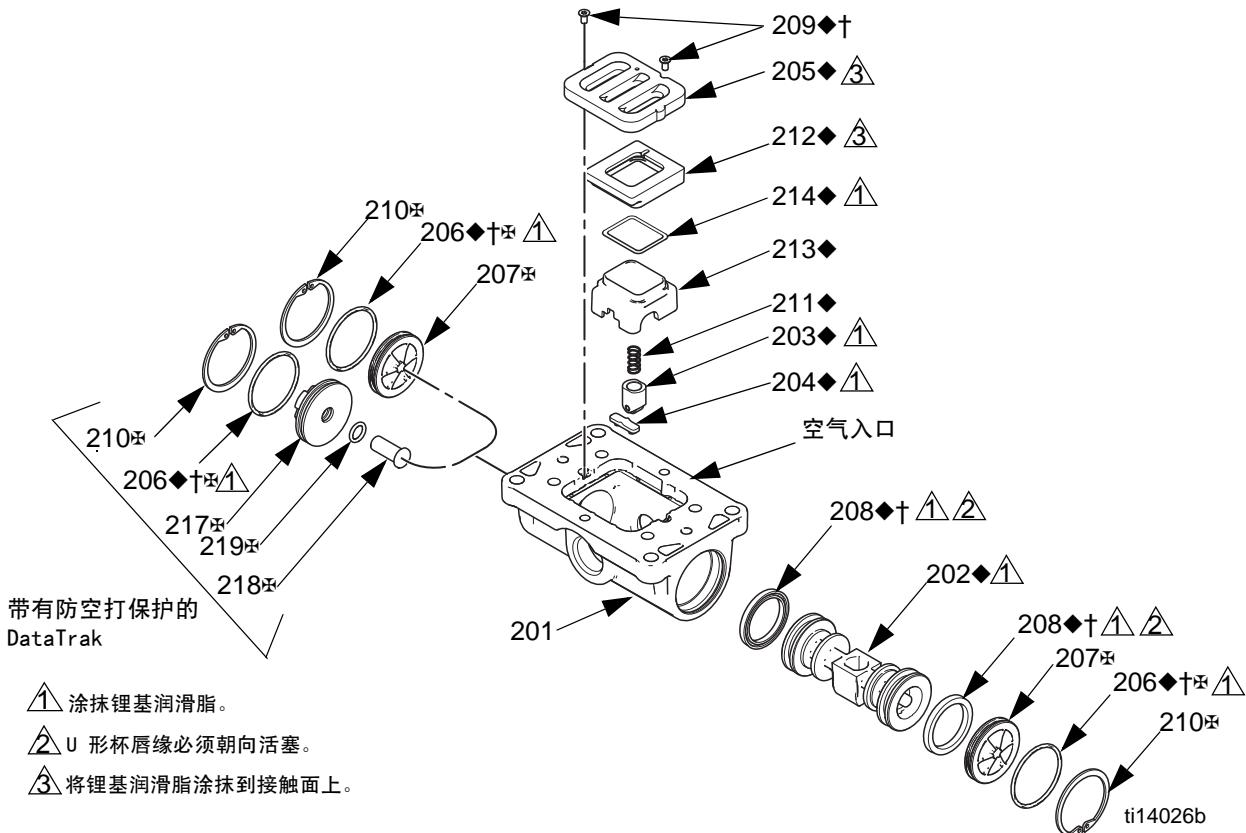

图 4. 空气阀组件
2. 参见图 4。使用六角螺丝扳手（T8 用于铝质中心，T9 用于塑料中心），卸下两个螺丝（209）。卸下阀板（205）、阀杯组件（212–214）、弹簧（211）和制动组件（203）。
4. 参见图 4。从空气阀两端卸下扣环（210）。用活塞（202）将端盖（207、217）从两端推出。卸下端盖 O 形圈（206）。如果泵组件配有防空打保护电磁阀，则也卸下电磁阀释放按钮（218）和 O 型圈（219）。